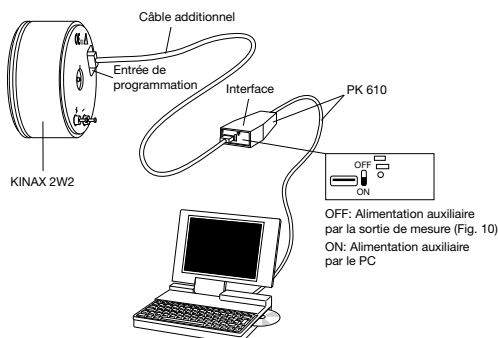

Fig. 7. Connection schéma de programmation
Les convertisseurs de mesure pour angle de rotation KINAX 2W2 n'ont pas besoin d'un marquage du point mécanique de zéro (peut toutefois être prévu sur demande du client). Il peut, après le montage, être ajusté à n'importe quelle position et ensuite être fixé à l'aide du logiciel 2W2. L'utilisation du logiciel de configuration 2W2 ne nécessite pas le raccordement du KINAX 2W2 à une alimentation auxiliaire (Fig. 7: commutateur AUX du PK 610 sur ON).
1. Monter le convertisseur d'angle de rotation et le connecter mécaniquement à l'objet à mesurer. Raccorder le KINAX 2W2 selon Fig. 7 à l'équipement de programmation. Démarrer le logiciel 2W2. Configurer, si nécessaire, le convertisseur avec les caractéristiques désirées.